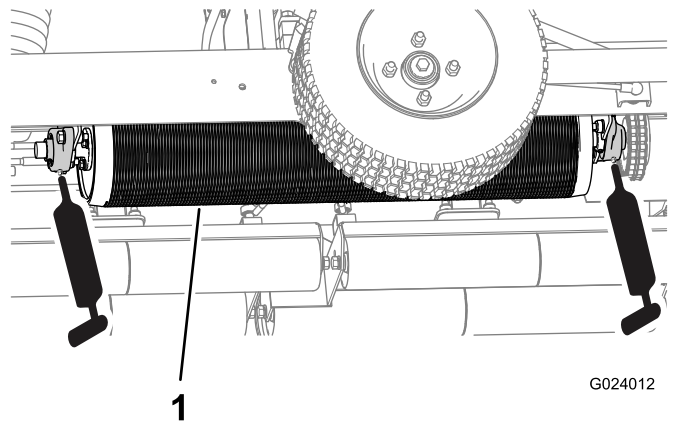
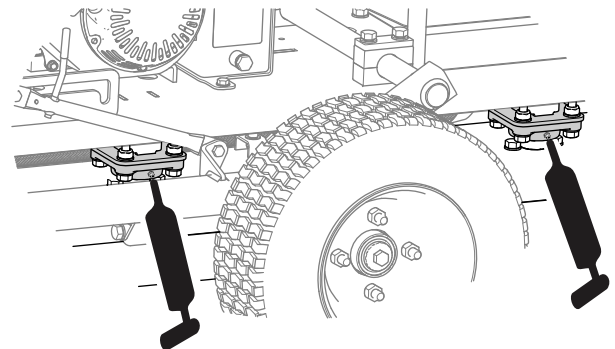

Figura 23
Figura 24
2. Coloque lubrificante nas áreas, conforme indicado na Figura 23 e na Figura 24.